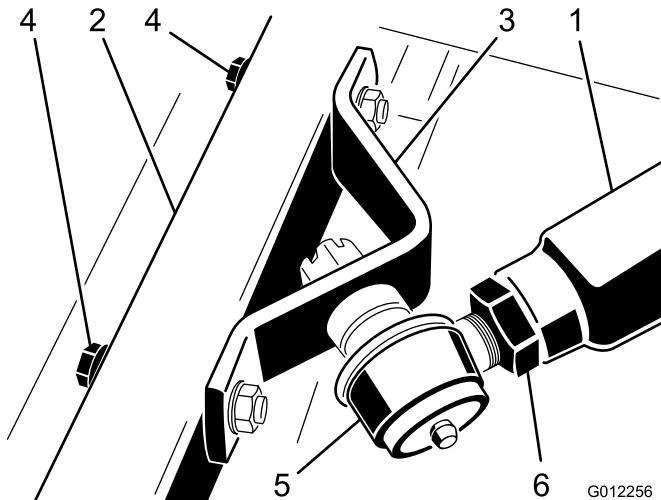

図 20
- 一人が右側プッシュアームを押さえつけ、もう一人が、ボールジョイントのマウントをカッティングユニットのキャスタアームに固定しているキャップスクリュ、平ワッシャ、ロックナットを取り外す（図 20）。外し終わったら、アームを押えていた人は、アームを押さえつけていたちからを慎重にゆっくりとゆるめて45 kgのスプリング圧力を開放する。
- もう一人に、右側プッシュアームを上からしっかりと押し付けてもらっておいて、ボールジョイント・マウントの穴とキャスタアームの穴とを整列させる（図 20）。